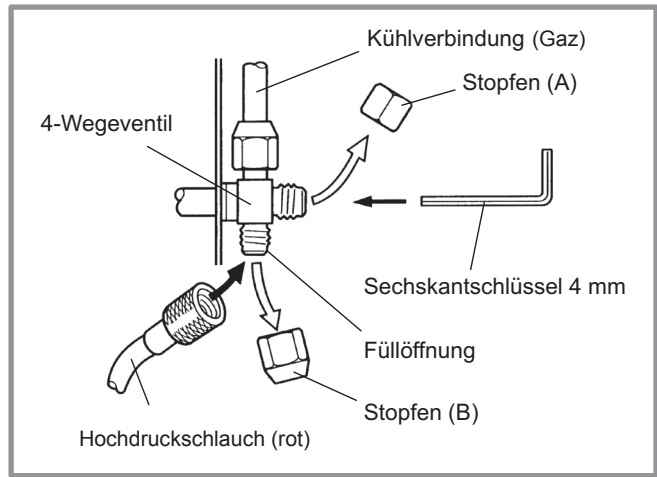

Abbildung 19 - Anschluss des Schlauches an das Gasventil
- Den Schutzstopfen (B) von der Füllöffnung (Schrader) des Gasschiebers (großer Durchmesser) abnehmen.
- Den Flexschlauch an die Füllarmatur anschliessen (Abbildung 19).